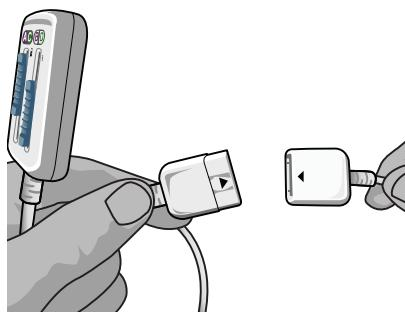

Figura 4: estimulador externo de avaliação 2 e cabo cirúrgico e extensão 2x8
1. Ligue a extensão do cabo cirúrgico ao respetivo cabo (Figura 4).